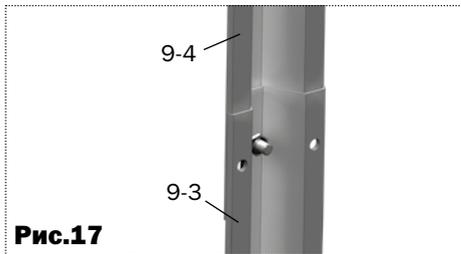
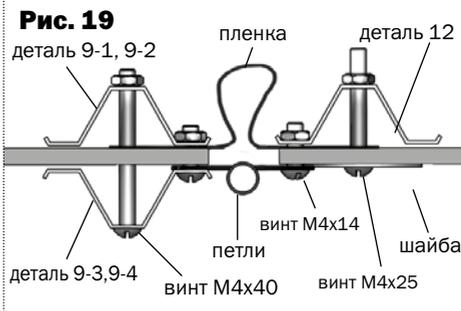
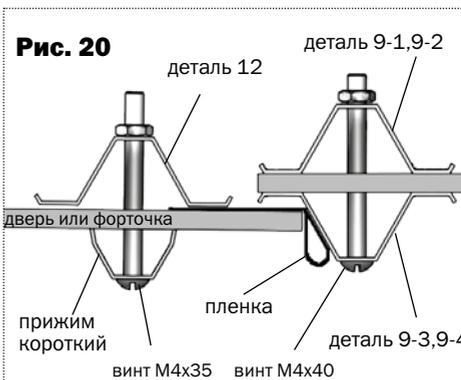

Рис.17
Рис. 19
Рис. 20
4. Состыкуйте детали **9-3** и **9-4** (**рис.17**) и установите их в соответствии с **рис.19**. Прижмите куски поликарбоната по краям со стороны двери и форточки накладками **9-3**, **9-4** (**рис.19**), оставляя отверстия под вертушки. Вырежьте куски покрытия для установки над дверными проемами и под дверными проемами, установите их, закрепив шайбами (**рис.22**) на детали **10**.
6. Закрепите куски покрытия на форточки и двери по стороне навеса петель шайбами (**рис.19**), а по другим сторонам - прижимами (**рис.20**), предварительно закрыв соты (оклеив их скотчем). По сторонам, противоположным петлям покрытие должно выступать за каркас на 15 мм (**рис.20**). Петли накладываются поверх поликарбоната и при затягивании винтов поликарбонат под петлями сминается.
7. Щели в дверном проеме закрываются полиэтиленовой пленкой (**рис.19, 20**).